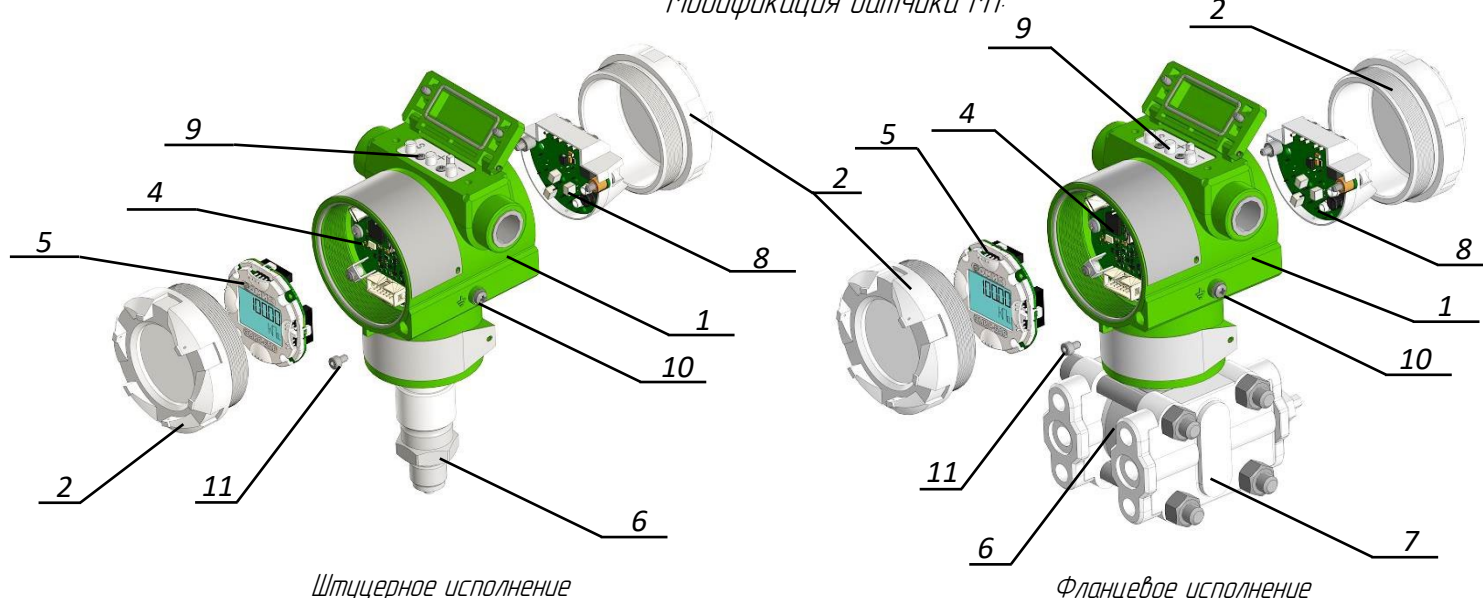

Рисунок 2 – Устройство датчиков давления
Датчик давления состоит из преобразователя давления и электронного блока (Рисунок 2). Корпус электронного блока (1) крепится на резьбовой части преобразователя давления (6). В электронном блоке размещены: электронная плата (4), крышки с уплотнениями (2), модуль ЖКИ (5), RFI фильтры (3), клеммная колодка (8), кнопки настройки датчика (9), винт наружного заземления корпуса (10), винты фиксации крышек корпуса (11). Над клеммной колодкой расположен винт обозначенный специальным знаком заземления, который может быть использован для подсоединения экрана при применении экранированного кабеля. Под секцией с модулем ЖКИ расположено отверстие для крепления таблички с позиционным обозначением.
- Зафиксировать крышку винтом фиксации крышки корпуса (11) (Рисунок 2).
Преобразователь давления (6) и фланцы (7) (Рисунок 2) в стандартном исполнении изготавливаются из нержавеющей стали 316L, также доступно исполнение, выполненное из Хастелоя НС–276. Материалы деталей, контактирующие с измеряемой средой, указаны в Таблицах 1.1-1.4.